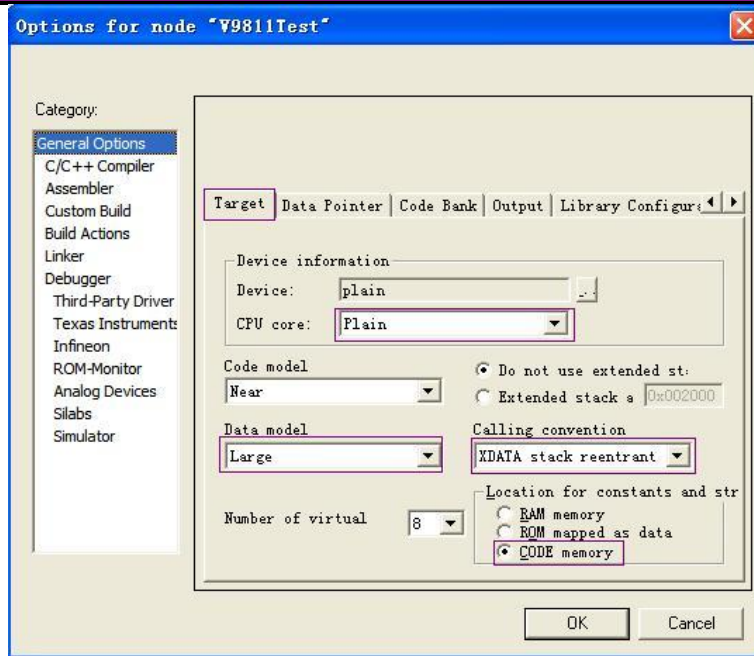

图 3 设置 Target 选项卡
5.1 如图 3 所示进行 **Target** 选项卡设置;